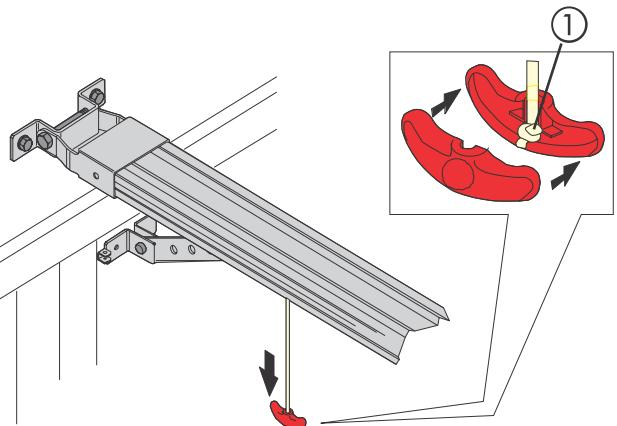

Fig. 22
- Realizzare un nodo al capo della fune ed assemblare la maniglia di sblocco (Fig. 22).
- Tirare la maniglia di sblocco verso il basso e controllare che sia possibile muovere manualmente la porta (Fig. 22).